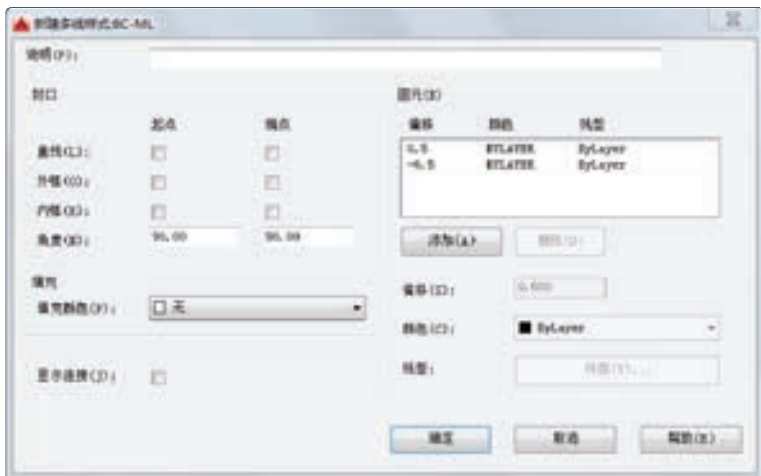

图 2-40 “新建多线样式: BC-ML”对话框
4) 系统弹出图 2-40 所示的“新建多线样式: BC-ML”对话框。在该对话框中分别设置起点封口和端点封口, 指定填充颜色、多线图元的参数等, 在“说明”文本框中可以输入新多线样式的说明。